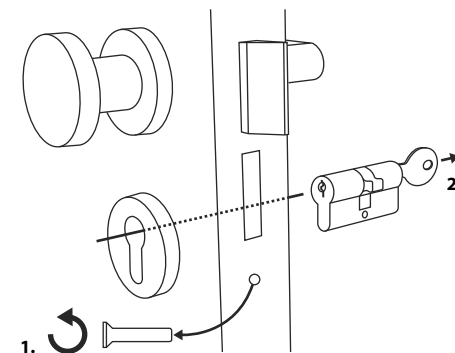

Fig. 1
- ① Retire el cilindro de la cerradura presente aflojando el tornillo de sujeción de la puerta y extrayendo el cilindro con la llave introducida (Fig. 1).